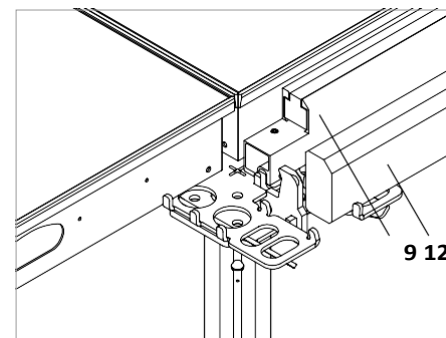

Fig. A5.13
- Краен трегер SRT (9) и греда SPH (12) или греди доставени от изпълнителя $b = 3.8 - 8$ cm и $h = 9.8$ cm. (Fig. A5.13)